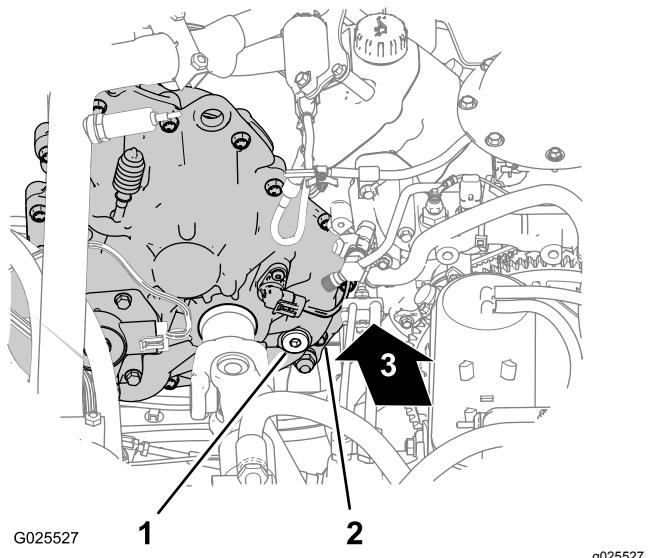
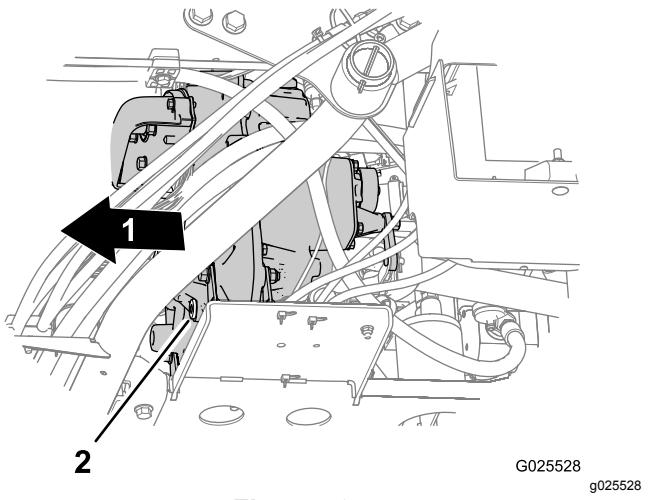

Figura 58
Figura 59
- Localice el tapón de llenado en la parte interior trasera de la carcasa de la transmisión, y localice el tapón de vaciado en el lado exterior delantero de la transmisión (Figura 58 y Figura 59).
3. Retire el tapón de llenado del orificio de llenado girando el tapón en sentido antihorario y retirándolo de la transmisión (Figura 58).
4. Coloque un recipiente de vaciado debajo del tapón de vaciado (Figura 59).
5. Retire el tapón de vaciado del orificio de vaciado girando el tapón en sentido antihorario y retirándolo de la transmisión (Figura 59).
6. Instale el tapón de vaciado (Figura 59).
7. Añada 700 ml de fluido de transmisión Dexron VI a la transmisión por el orificio de llenado (Figura 58).
8. Instale el tapón de llenado (Figura 58).